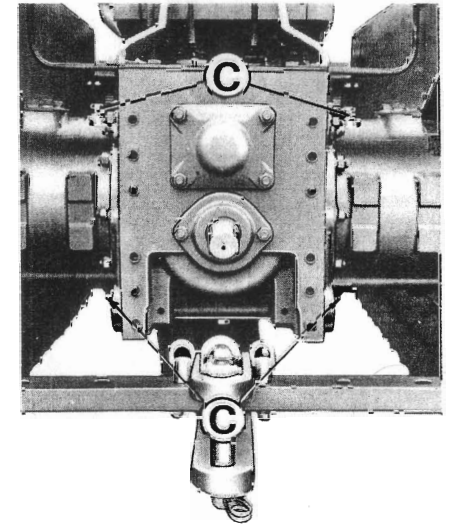

Fig. 38 - Viti di centratura nastro freni
- Avvitare le viti C di centratura nastro freno (fig. 38) fino a che quest'ultimo venga a contatto del tamburo, poi svitare le viti suddette di un giro e bloccarle in questa posizione mediante il dado.